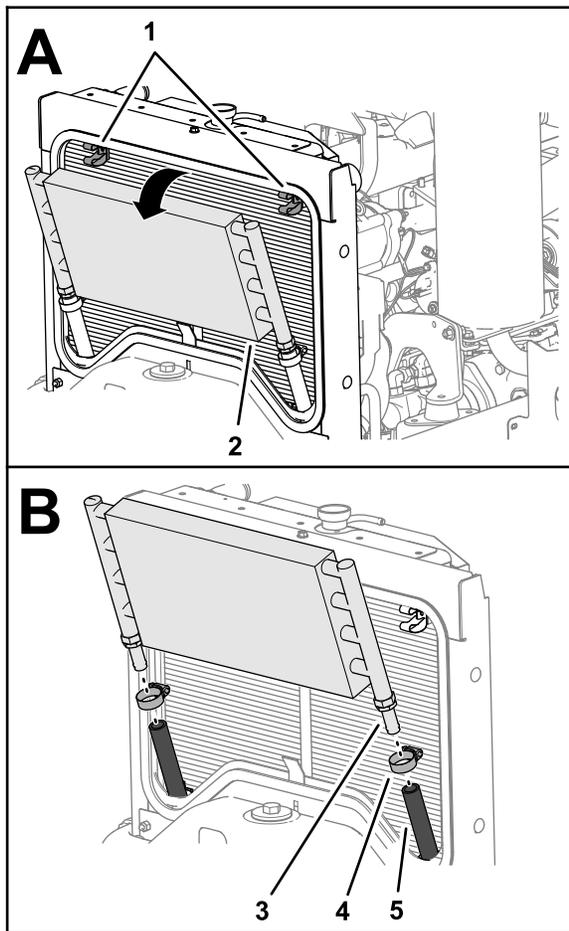

図 14
4. オイルクーラの上部を後方に引き出し、グリッパクリップ個を外す 図 14。
5. 油圧オイルクーラ下部にあるパーブ付きフィッティングに接続されているホースのクランプ 個を外す 図 14。
6. クーラからホースを外してクーラを機体から外す 図 14。